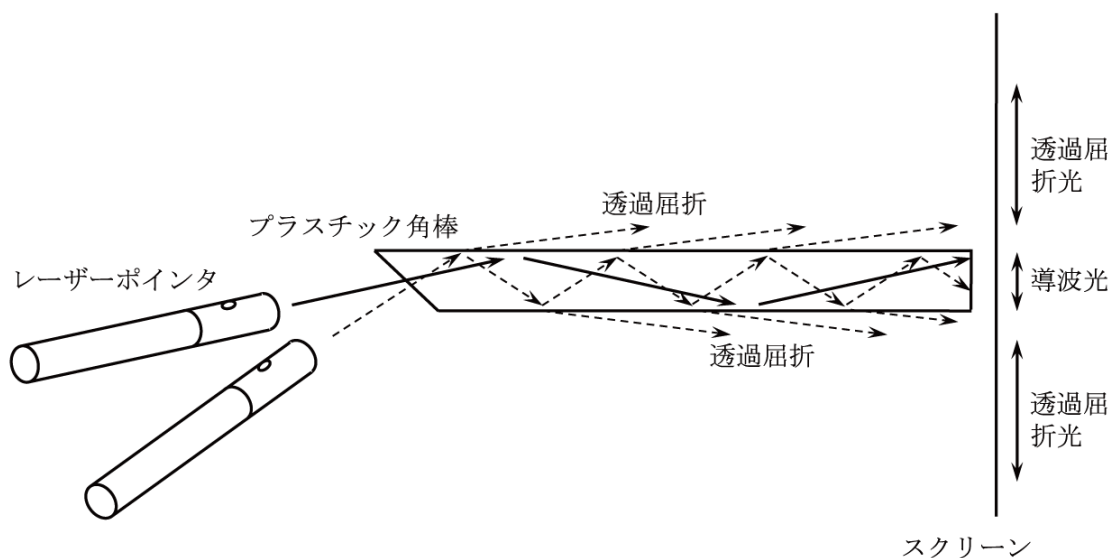

図2
- ・ 図2のように、斜め端面からレーザー光を入射し、その入射角度を変化させて、導光の様子を観察する。臨界角以下では透過屈折が起こり、臨界角以上では全反射となり導光することを確認する。